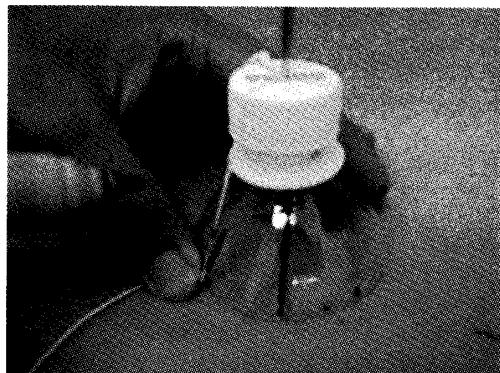
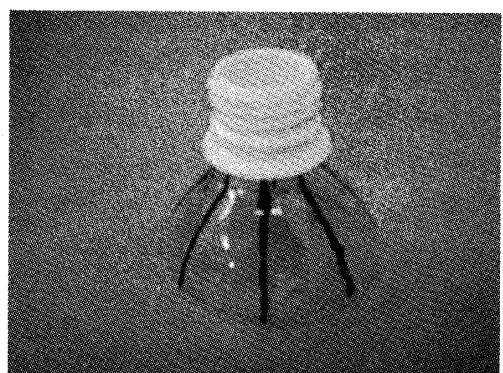

図 9 線を引く方法
図 10. 線を引く (完成)
- (14) 図 9 に示すように、キャップを切り取ったペットボトルの先端部分を取り付け、キャップに開けた穴にタコ糸を千枚通しで止めペットボトルの底まで伸ばし、その線に沿って線をマジックで引く。8 本線を引いた状態を図 10 に示す。